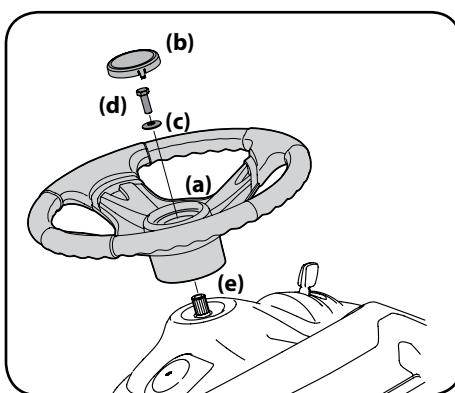

Figura 2-4
- Coloque la arandela cóncava (c) – con el lado cóncavo hacia abajo – sobre el volante (a) y ajústela con el perno hexagonal (d). Consulte la Figura 2-4.